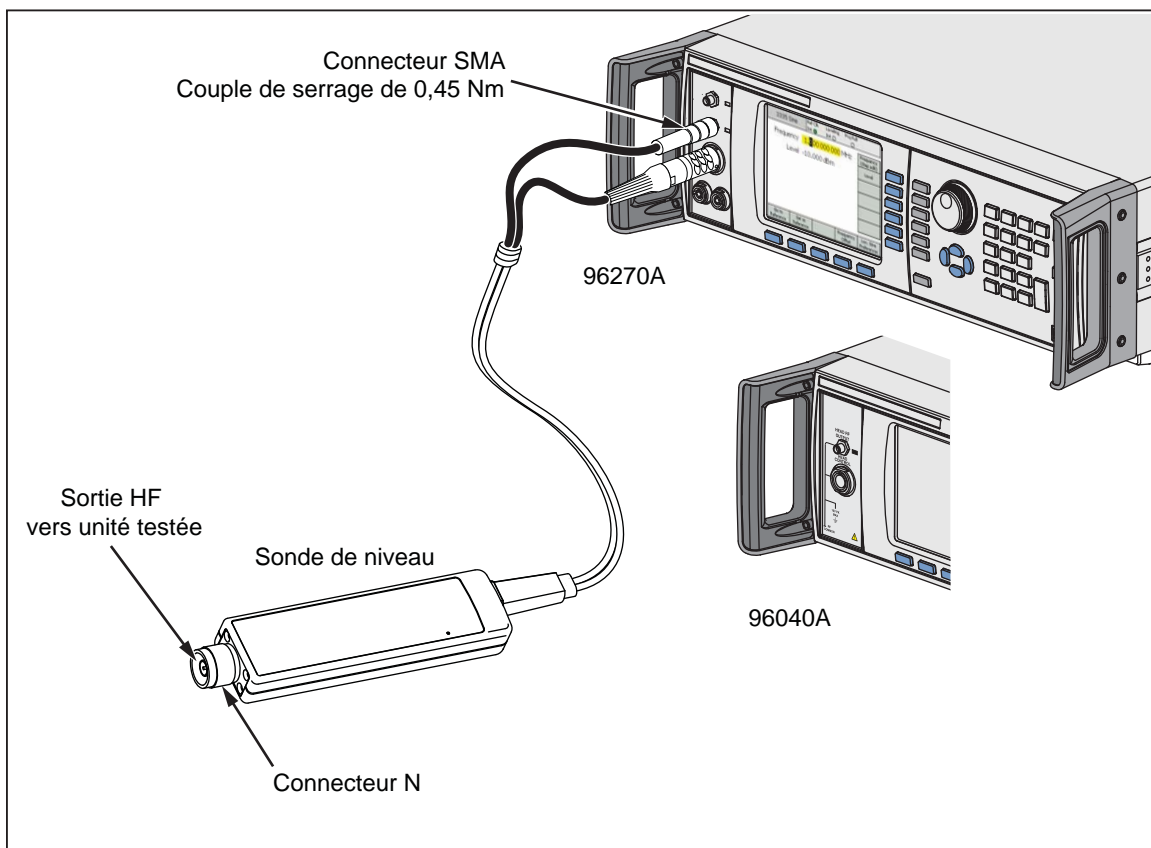

Figure 3-24. Branchement de la sonde de niveau
2. Reportez-vous à la Figure 3-24, et branchez le connecteur multidirectionnel dans le connecteur de commande de la sonde de niveau sur l'Instrument. Appuyez fermement sur le connecteur multidirectionnel jusqu'à ce qu'il s'enclenche.
3. Reportez-vous à la Figure 3-24, et branchez le connecteur SMA avec le connecteur de sortie HF de la sonde sur l'Instrument.